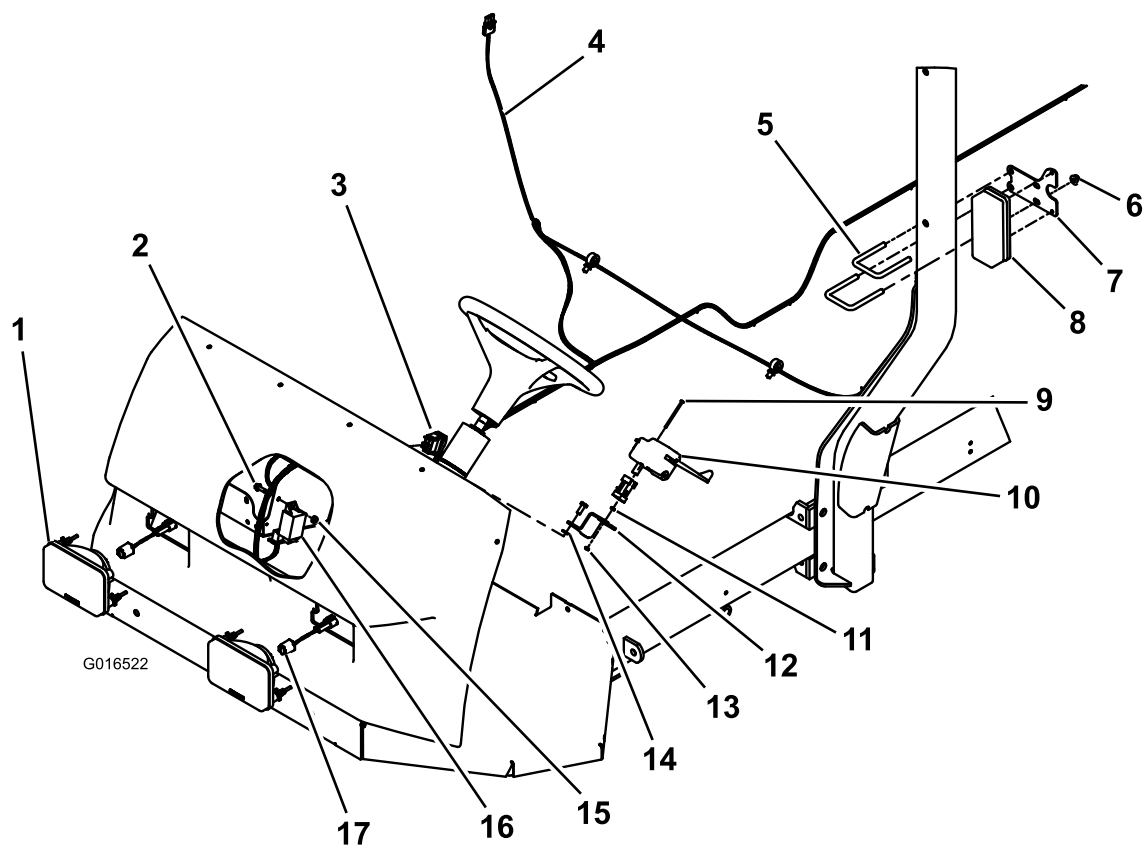

Figura 1
3. Insira os novos faróis (Figura 1) e prenda-os com os fixadores que retirou no passo 2.
Instale uma luz de presença em cada lado da barra de segurança a 147 cm do solo na parte superior do suporte como se mostra em Figura 1.
1. Retire os 2 parafusos do lado esquerdo da coluna da direcção (Figura 1).
Instale o módulo dos piscas com um parafuso flangeado de cabeça sextavada e uma porca flangeada hexagonal (Figura 1).